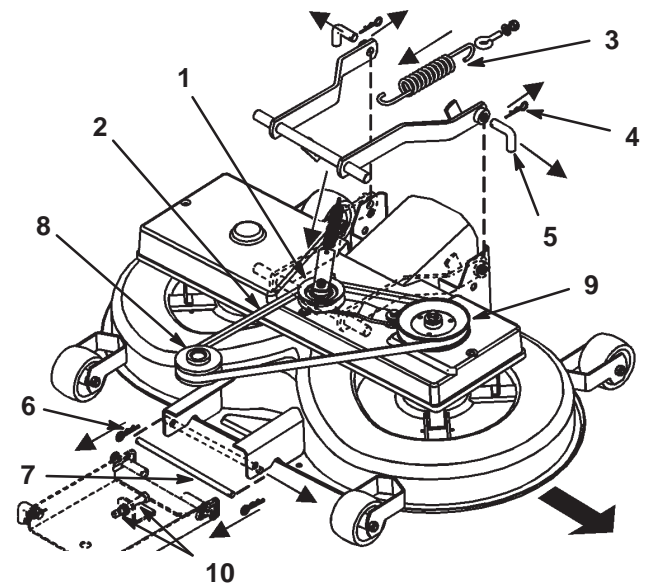

Bild 39
- Ziehen Sie den Antriebsarm nach innen. Entfernen Sie den Keilriemen von der Scheibe (Bild 39).
- Nehmen Sie die Feder vom Schalthebel ab (Bild 39).
- Entfernen Sie die Splintclips von den zwei hinteren Stiften und nehmen Sie die Stifte ab (Bild 39). Für das Entfernen des zweiten Stifts benötigen Sie ggf. eine Zange.
- Entfernen Sie den Splintclip vom vorderen Stift und nehmen Sie den Stift ab (Bild 39).
- Entfernen Sie den Keilriemen von der Motorriemenscheibe (Bild 39).
2. Entfernen Sie die Keilriemenscheibe und den Antriebsarm (Bild 39).
2. Drehen Sie den unteren Stift der Einstellung für die vordere Aufhängung in die untere Stellung der geschlitzten Löcher. Stellen Sie hierfür die 2 Muttern (M12) an der vorderen Aufhängung ein (Bild 39).